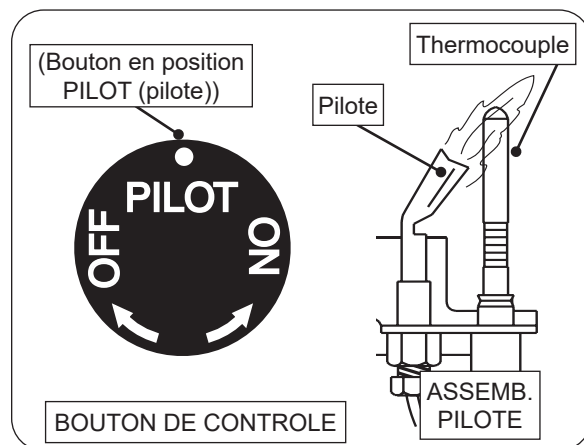

Fig. 53-1 Éclairage pilote
- Localisez l'assemblage de la veilleuse sur le côté ou à l'arrière du bac du brûleur (voir Fig. 53-1).
- Tournez le bouton de commande dans le sens antihoraire ↺ sur **PILOT (pilote)**. Appuyez **fermement et complètement** sur le bouton de commande et maintenez-le enfoncé. Tenez une allumette allumée à longue tige / un briquet au butane à long cou près du thermocouple pour allumer la veilleuse. Continuez à maintenir le bouton enfoncé pendant environ une (1) minute après l'allumage de la veilleuse. Relâchez le bouton et il ressortira. La veilleuse restera allumée. Voir la Fig. 53-1. S'il s'éteint, répétez les étapes 2 à 4.